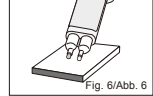

Fig. 6/Abb. 6
1) Before dispensing the first time from a new cartridge or after a long interval in between use, bleed the pastes from the cartridge. (Fig. 6)
1) Vor der ersten Verwendung einer neuen Kartusche, oder bei längerer Zeitspanne zwischen zwei Anwendungen, Pasten aus der Kartusche auszurücken. (Abb. 6)